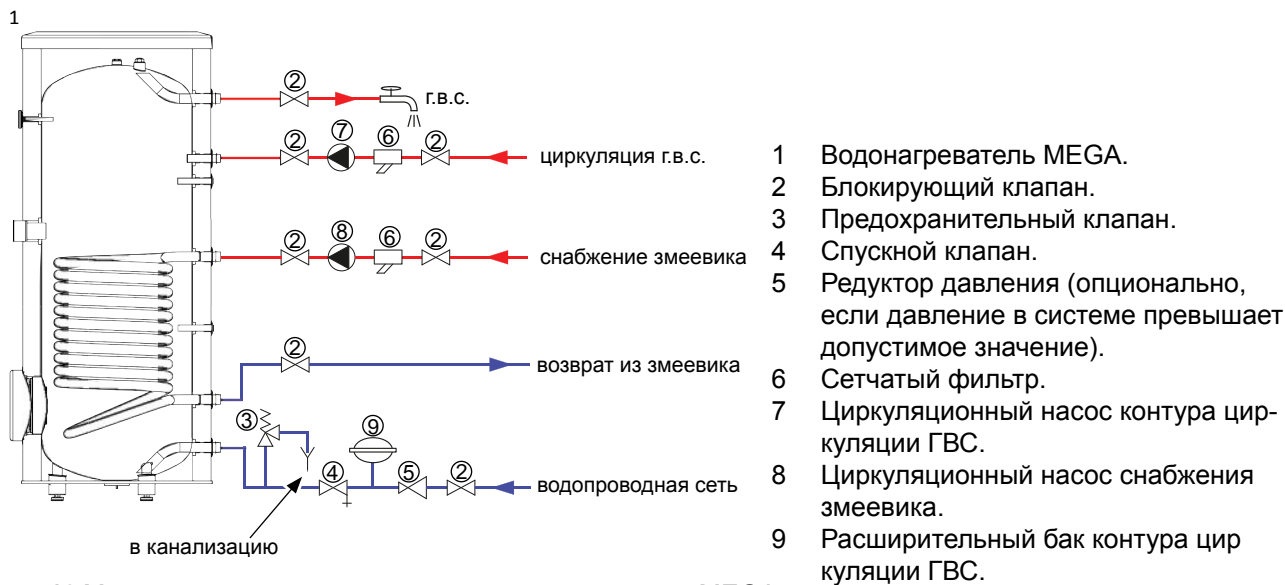

Рис. 13 Монтажная схема водонагревателя со змеевиком MEGA.
Подключение системы отопления и водоснабжения необходимо выполнить согласно монтажной схеме (Рис. 13).
Чтобы минимизировать утечку воды из предохранительного клапана, связанную с тепловым расширением жидкости, рекомендуется устанавливать подходящий расширительный бак на подаче холодной воды (Рис. 13 п. 9).
3. Перекрыть подачу водопроводной воды и слить часть воды из водонагревателя спускным клапаном (Рис. 13 п. 4).
4. Снять крышку корпуса вместе с теплоизоляцией (1).
5. Отвинтить заземляющий провод анода (2).
6. Вывинтить изношенный магниевый анод (3).
4. Перекрыть доступ хозяйственной воды и опорожнить бак через спускной клапан (Рис. 13, п. 4).